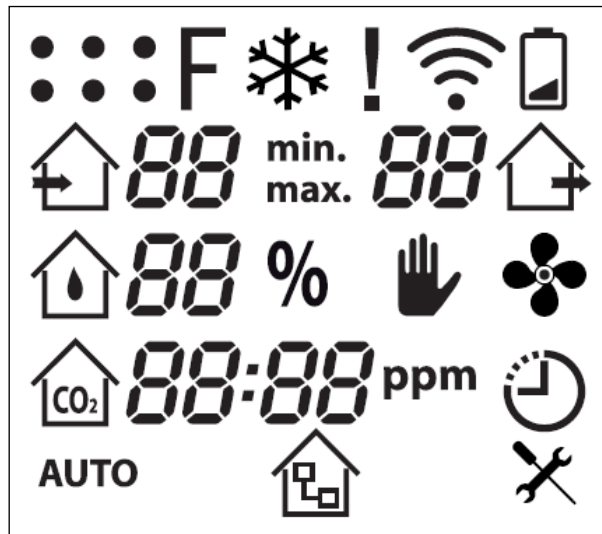

Abb. 4: Symbole auf der LCD-Anzeige
- Zuerst werden sämtliche verfügbaren Symbole angezeigt (siehe Abb. 4 auf Seite 11).